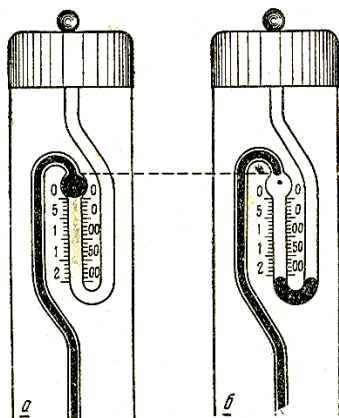

Рисунок 1.2 Вид верхнего резервуара термометра Бекмана:
- взять термометр правой рукой за среднюю часть и перевернуть его верхним резервуаром вниз для соединения ртути верхнего и нижнего резервуаров (рисунок 1.2а); если столбики не соединяются, то осторожно постукивать верхней частью термометра об указательный палец левой руки;
- через $3 \dots 5$ минут вынуть термометр из водяной бани и не очень сильным ударом кисти правой руки с термометром о кисть левой руки оторвать оставшуюся в верхнем резервуаре ртуть от нижней (рисунок 1.2б);